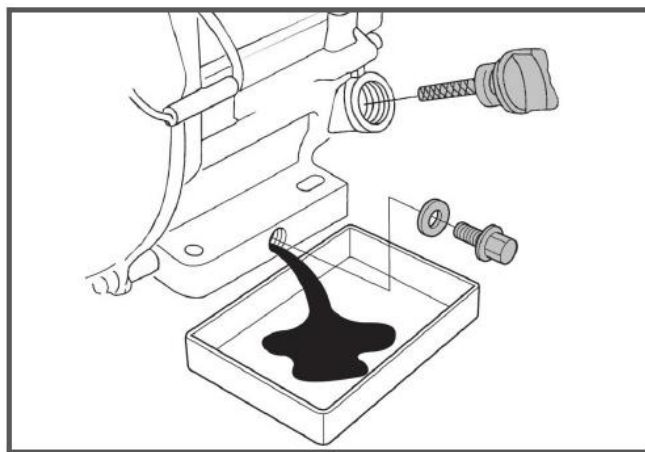

Рис. 12 Замена масла в двигателе
6. Открутите пробку для слива масла и слейте отработанное масло в подготовленную для этого емкость (Рис. 12).